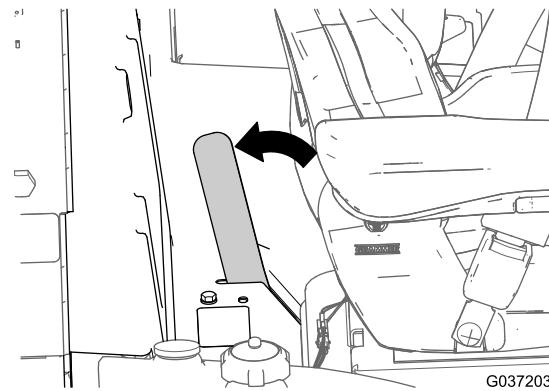

Figura 7
3. Abbassate completamente la piattaforma e spostate la stegola di bloccaggio verso la parte posteriore del tosaerba (Figura 7) in modo che il dispositivo